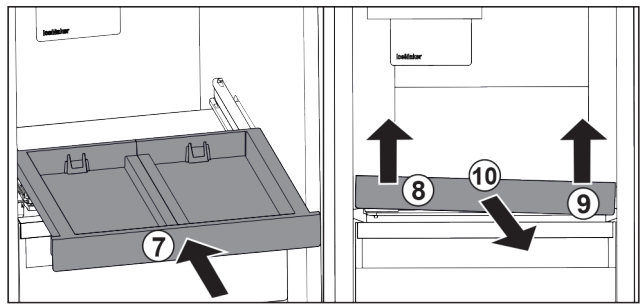

Fig. 102
- ▶ Вкарайте изтеглящата се дъска. Fig. 102 (7)
- ▶ Повдигнете изтеглящата се дъска отпред отляво. Fig. 102 (8)
- ▶ Повдигнете изтеглящата се дъска отпред отдясно. Fig. 102 (9)
- ▶ Извадете изтеглящата се дъска напред. Fig. 102 (10)